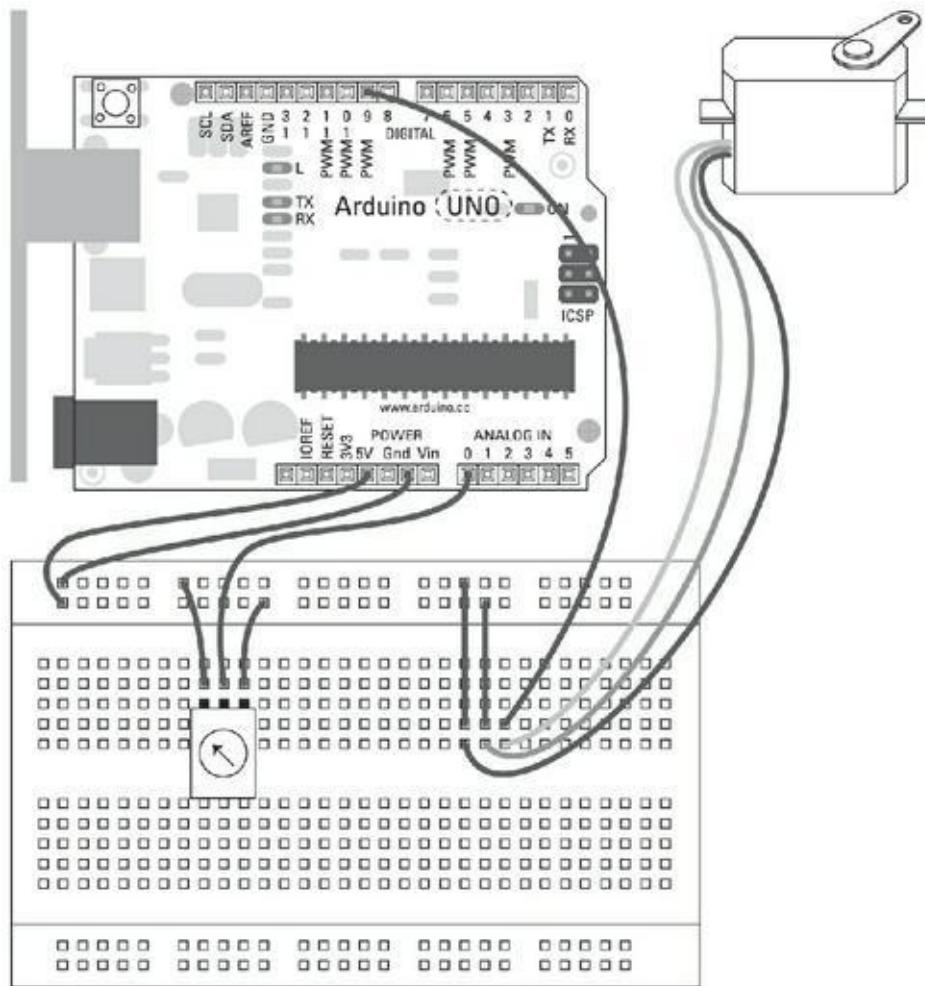
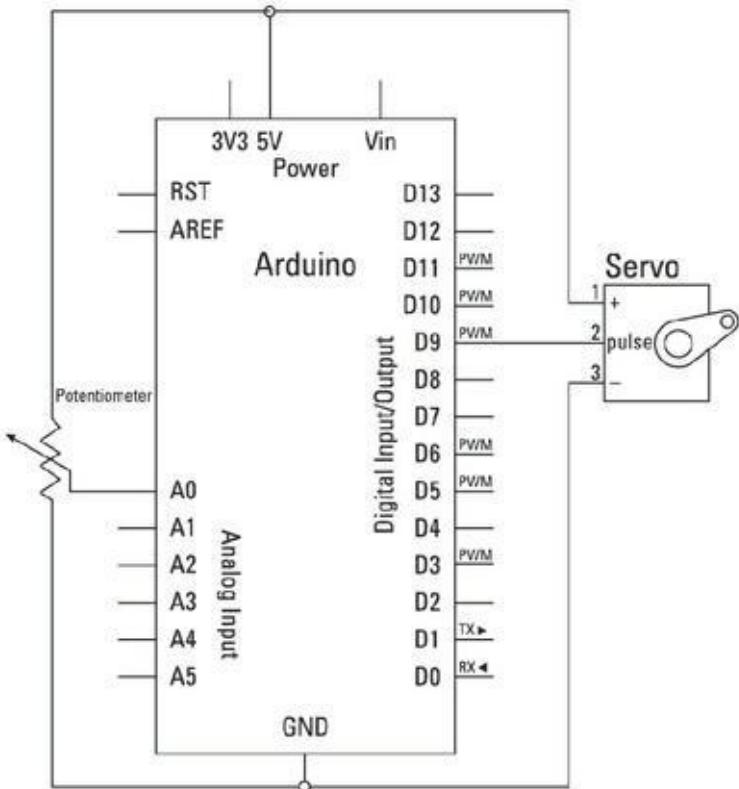

FIGURE 8-11 : Un servomoteur avec une molette de contrôle.
FIGURE 8-12 : Un circuit de servomoteur piloté par un potentiomètre.
- Référez-vous au circuit de la Figure 8-11 et au schéma de la Figure 8-12.